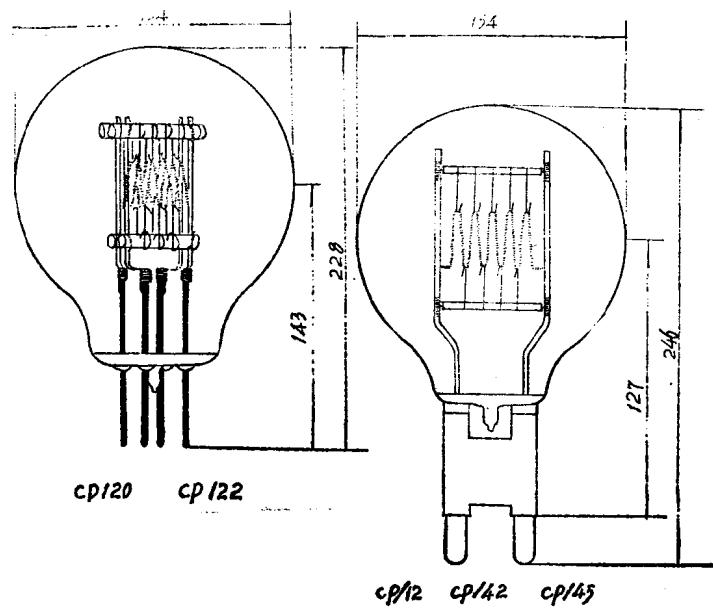

图 21
G.E.C. 硬质玻璃卤钨灯结构和特性，详见表10、图21所示：